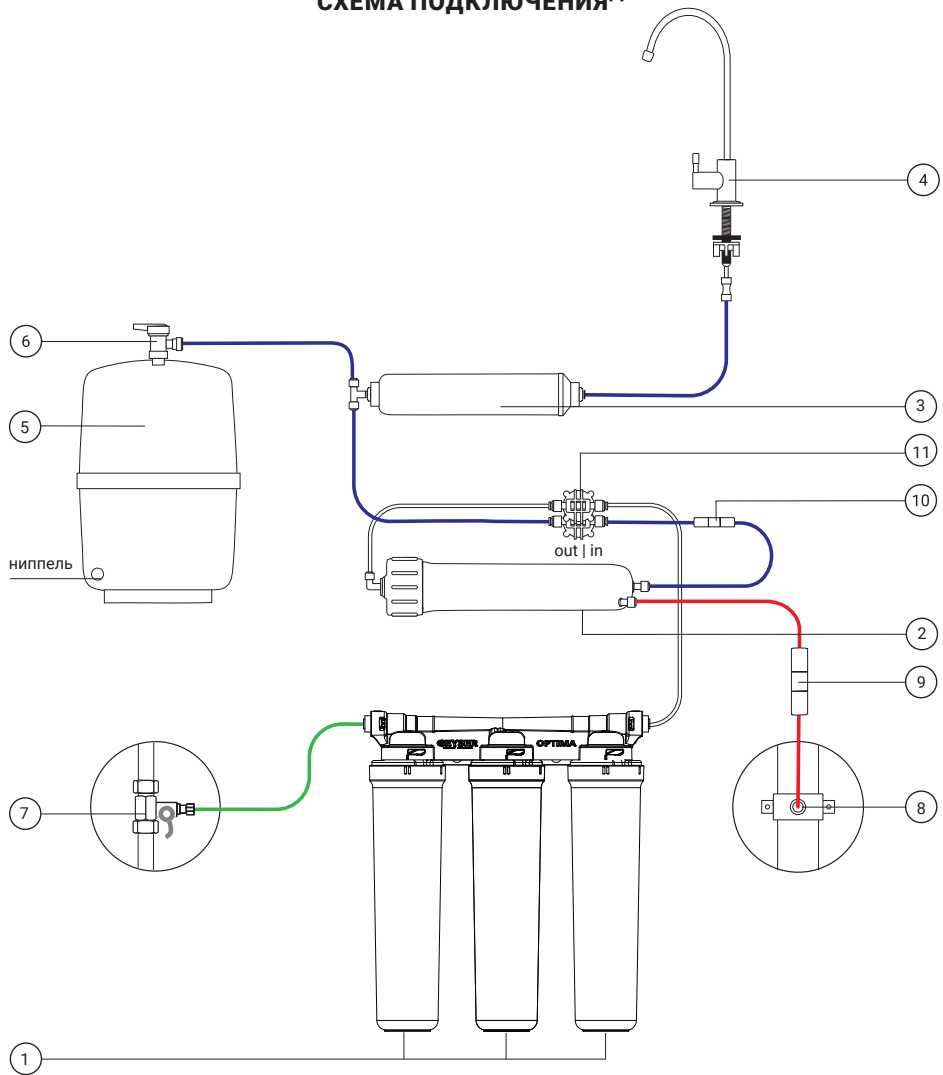

Рис. 2. Схема подключения Гейзер Престиж/Аллегро Оптима.
3. Свободный конец зеленой трубки присоедините к скобе фильтра в соответствии со стрелкой указания направления потока (см. разделы «Схема подключения» (стр. 7, рис. 2) и «Присоединение трубок» (стр. 10)).
5. Свободный конец красной трубки присоедините к ограничителю дренажного потока (см. разделы «Схема подключения» (стр. 7, рис. 2) и «Присоединение трубок» (стр. 9)).
4. Подключите первую часть синей трубки 1/4" к выходу угольного постфильтра (см. разделы «Присоединение трубок» (стр. 9) и «Схема подключения» (стр. 7, рис. 2)).